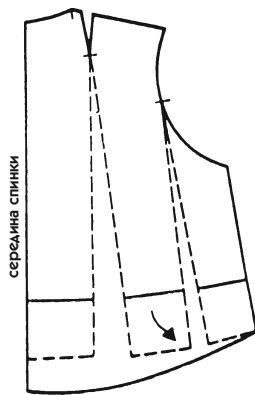

Рис. 559
те внимание, что расширение, добавленное плечевой вытачкой, более значительное, чем то, которое идет от ширины спинки (стрелка на рис. 559).
2. Добавьте необходимую длину для образования напуска и закончите чертеж (сплошные линии на рис. 559).